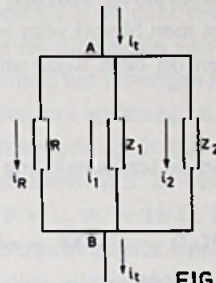

FIG. 2
- ③ Twee impedanties, Z_1 en Z_2 , zijn parallel geschakeld met een weerstand R (zie fig. 2). In R vloeit een wisselstroom waarvan de momentele waarde i_R en de effectieve waarde I_R is.